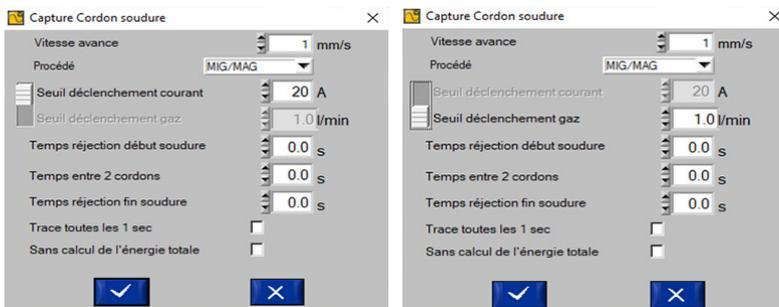

Abb. 2: Parameter der Erfassung der Schweißnaht
- Auslöseschwelle: Der Wert des Stroms oder des Durchsatzes, bei dessen Überschreitung die Datenerfassung einer Schweißnaht beginnt und bei dessen Unterschreitung die Aufzeichnung der Schweißnaht endet (a Abb. 2 und schematische Darstellung).
- Zeit zwischen 2 Schweißnähten: Zeit zwischen 2 Schweißnähten. Die Aufzeichnung wird nach dieser Zeit beendet (c Abb. 2 und schematische Darstellung).
- Start-/Stopp-Ausschlusszeit der Schweißung: Der Zeitraum zu Beginn und am Ende der Nahtausführung, während dem die Aufzeichnung nicht stattfindet, damit die Messung nicht durch die Anstiegs- und Abfallphasen beeinflusst wird. (b & d Abb. 2 und schematische Darstellung).